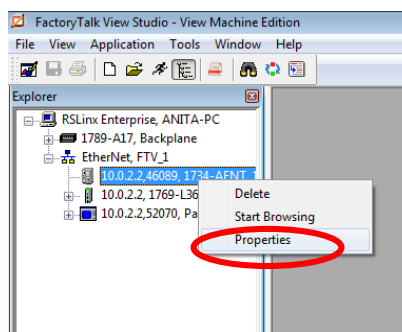

Figura 9: RSLinx Enterprise
7. En caso que aparezca algún dispositivo repetido o que no pertenezca a la red proceder a eliminarlo como se muestra en la Figura 9, dar clic derecho y seleccionar “Delete”. Se puede presentar el caso que la dirección del dispositivo este mal direccionado dar clic derecho y seleccionar “Properties”.